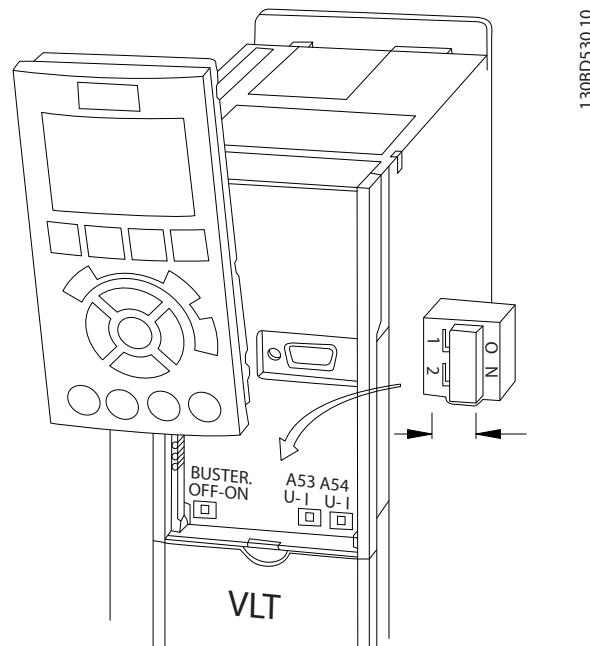

Ilustración 4.11 Ubicación de los conmutadores de los terminales 53 y 54
1. Extraiga el LCP (consulte la *Ilustración 4.11*).